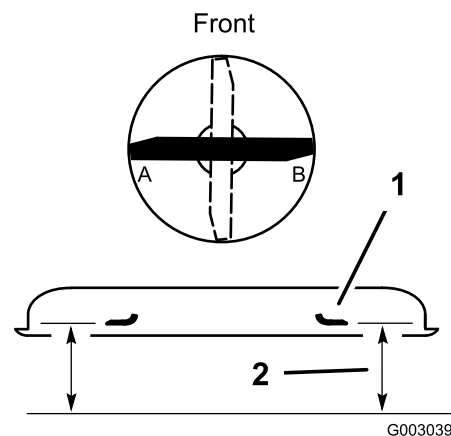

**Figure 50**
4. Si un réglage est nécessaire, changez le même nombre de rondelles de butée sur les chapes des roues pivotantes. Déplacez les rondelles de butée de haut en bas sur le tube de montage du bâti porteur pour relever l'avant de la tondeuse. Déplacez les rondelles de butée de bas en haut sur le tube de montage pour abaisser l'avant de la tondeuse (Figure 50).
pivotante. Déplacez la ou les rondelle(s) de butée de haut en bas sur le tube de montage du bâti porteur pour relever le côté correspondant de la tondeuse. Déplacez la ou les rondelle(s) de butée de bas en haut sur le tube de montage pour abaisser le côté correspondant de la tondeuse. (Figure 50).